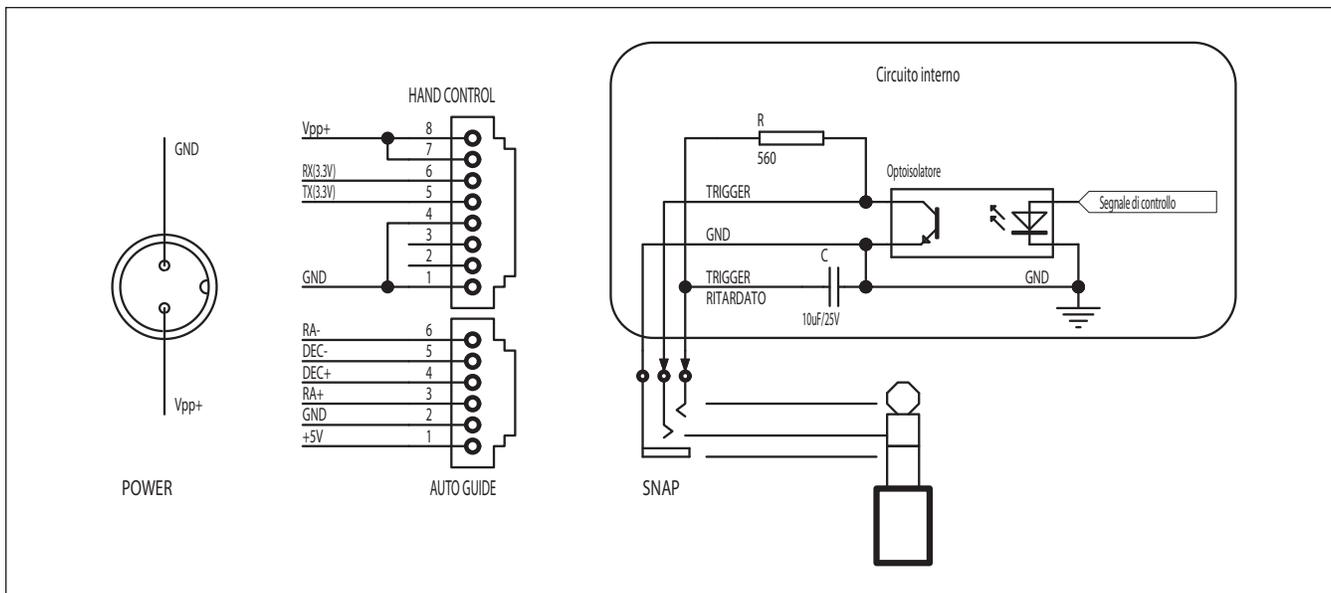

Figura 19. Schematiche dei circuiti delle interfacce elettroniche sul pannello dell'unità.
5.3 Piedinatura delle interfacce (Figura 19)